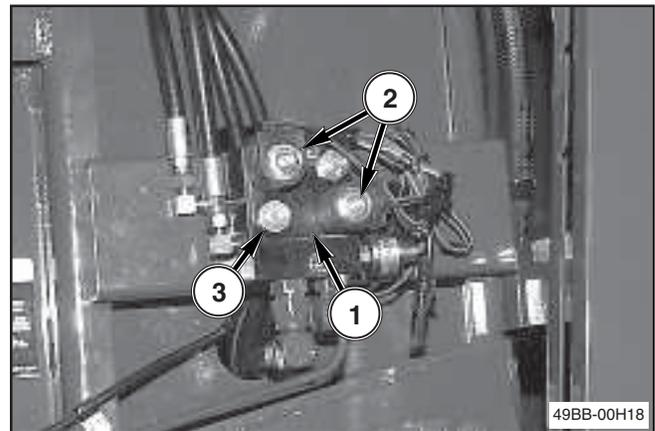

FIG. 1
FIG. 1: la valvola (1) di regolazione pressa è situata sul lato destro della pressa. Negli impianti a centro chiuso la valvola di regolazione pressa è dotata di due valvole a solenoide (2) e di un tappo (3) a centro chiuso. Negli impianti a centro aperto la valvola di regolazione pressa è dotata di tre valvole a solenoide.